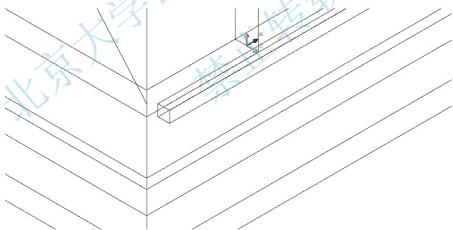

图 6.65 向 Z 轴正方向移动 120mm 后的窗台线
- ① 启动【移动】命令（快捷键 M）。
- ② 在**选择对象**：提示下，选择刚才建立的窗台线模型。
- ③ 在**指定基点或 [位移(D)]<位移>**：提示下，在绘图区域单击任意一点作为移动的基点。
- ④ 在**指定基点或 [位移(D)]<位移>**：指定第二个点或<使用第一个点作为位移>：提示下，输入“@0, 0, 120”，表示将窗台线模型向 Z 轴正方向移动 120mm，结果如图 6.65 所示。